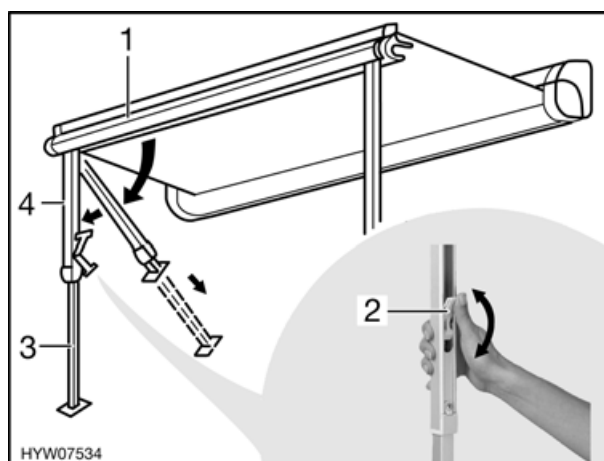

Fig. 17 Installazione dei montanti di supporto
- Estrarre i montanti di supporto (Fig. 17,4) dal listello anteriore (Fig. 17,1) ribaltandoli e montarli.
- Aprire il bloccaggio sui montanti di supporto. A tal fine ripiegare la leva di serraggio (Fig. 17,2) verso l'alto.
- Estrarre la parte inferiore dei montanti di supporto (Fig. 17,3) fino alla lunghezza desiderata.